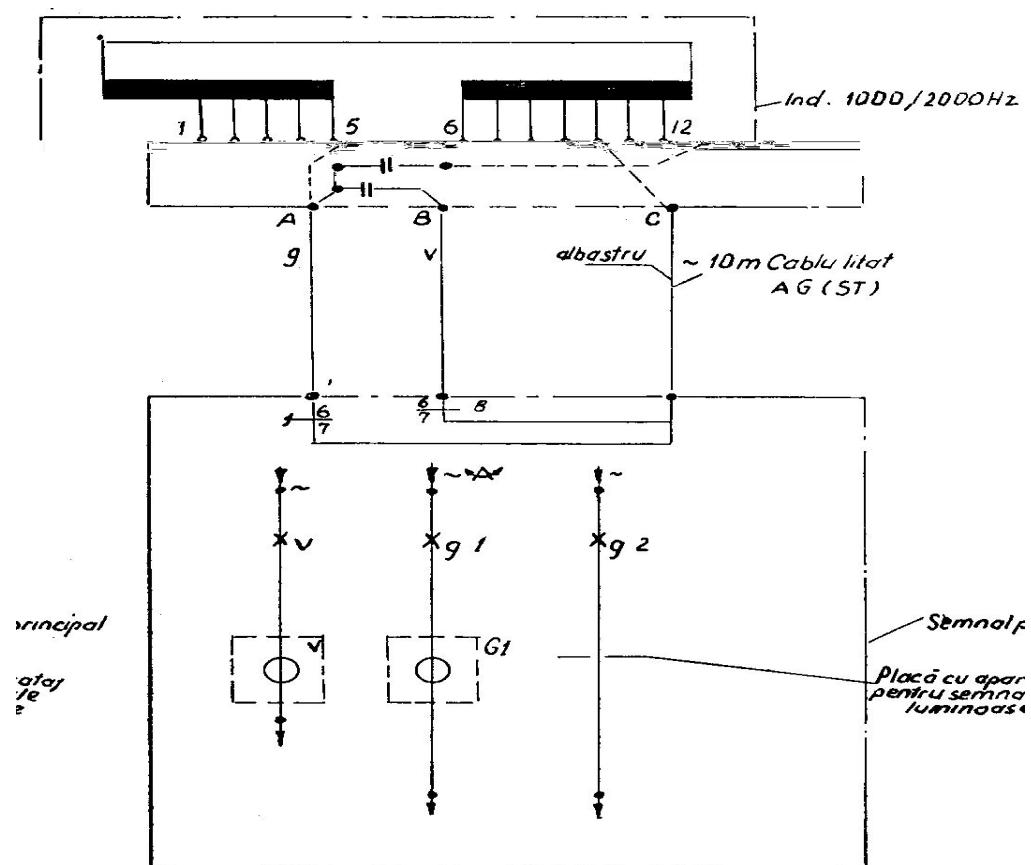

Fig. 72 Schema electrică și conectarea la semnalul de parcurs fără galben-flipitor
r) Semnalul de parcurs fără galben clipitor echipat cu inductor de cale de 1 000/2 000 Hz (fig. 72).